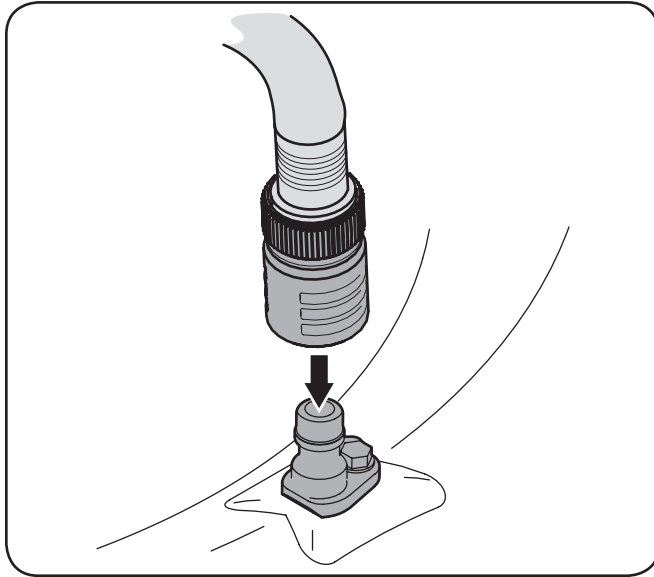

Figura 6-3
- Una el acople de la manguera al puerto de agua que se encuentra en la superficie de la plataforma. Vea la Figura 6-3.